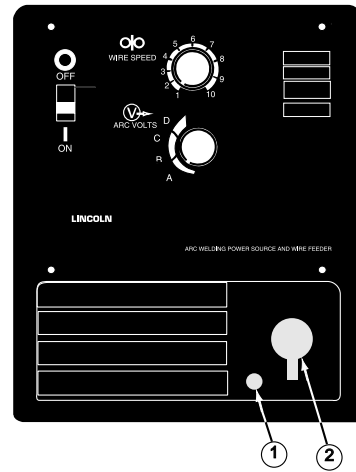

FIGURE 1
1. Open the wire feed section door on the right side of the Weld-Pak 100HD and refer to figure 1. On the next page.
2. Pass the end of the work cable that has the terminal lug with the smaller hole through the Work Cable Access Hole (1) in the case front.
3. Route the cable under and around the back of the Wire Feed Gearbox (6).
4. **For Innershield Only:** As delivered, the Weld-Pak 100HD is connected for negative electrode polarity. To complete installation, use the provided wing nut to connect the work cable's terminal lug to the positive (+) output terminal (5) located above the Wire Feed Gearbox (6). Make sure that both wing nuts are tight.
1. Ouvrir la porte du dévidoir sur le côté droit de la Weld-Pak 100HD et se reporter à la figure 1 à la page suivante.
2. Faire passer l'extrémité du câble de retour portant la cosse à oeillet le plus petit dans le trou d'accès du câble de retour (1) à l'avant du boîtier.
3. Faire passer le câble sous la boîte d'engrenages du dévidoir (6) et autour de celle-ci.
4. **Pour l'Innershield uniquement :** À sa sortie d'usine, la Weld-Pak 100HD est connectée sur la polarité électrode négative. Pour terminer l'installation, utiliser l'écrou à oreilles fourni pour connecter la cosse du câble de retour à la borne de sortie positive (+) (5) qui se trouve au-dessus de la boîte d'engrenages du dévidoir (6). S'assurer que les deux écrous à oreilles sont bien serrés.
1. Refer to Figure 1. Unplug the machine or turn power switch to the off "O" position.
2. Pass the insulated terminals of the gun trigger control leads, one at a time, through the Gun Cable and Control Lead Access Slot (2) in the case front. The leads are to be routed under the Wire Feed Gearbox (6) and through the Cable Hanger (7) on the inner panel.
3. Insert the connector on the gun conductor cable through the Gun Cable Access Hole (2) in the Weld-Pak 100HD case front. Make sure the connector is all the way in the brass connector block. Unscrew Thumbscrew (8) on the connector block a few turns if gun connector will not insert fully. Rotate the connector so control leads are on the underside and tighten the Thumbscrew (8) in the connector block.
4. Connect the gun trigger control lead terminals to the two insulated 1/4" (6,4 mm) tab terminal connector bushings located above the "Gun Trigger Connection" decal in the wire feed section (4). Either lead can go to either connector. Form the leads so that they are as close as possible to the inside panel.
1. Voir la figure 1. Débrancher l'appareil ou tourner l'interrupteur d'alimentation sur arrêt "O".
2. Faire passer les cosses isolées des fils de commande de la gâchette du pistolet, un par un, dans la fente d'accès des fils de commande et du câble du pistolet (2) à l'avant du boîtier. On doit faire passer les fils sous la boîte d'engrenages du dévidoir (6) et dans le support de câble (7) sur le panneau intérieur.
3. Faire passer le connecteur sur le câble conducteur du pistolet dans le trou d'accès du câble du pistolet (2) à l'avant du boîtier de la Weld-Pak 100HD. S'assurer que le connecteur est enfoncé à fond dans le bloc connecteur en laiton. Dévisser la vis à ailettes (8) sur le bloc connecteur de quelques tours si le connecteur du pistolet n'entre pas à fond. Faire tourner le connecteur de façon que les fils de commande se trouvent vers le bas et serrer la vis à ailettes (8) dans le bloc connecteur.
4. Connecter les cosses des fils de commande de la gâchette du pistolet aux deux connecteurs de cosses à languette isolés de – po (6,4 mm) qui se trouvent juste au-dessus de l'autocollant "Gun Trigger Connection" (connexion de la gâchette du pistolet) dans la section du dévidoir (4). Chaque fil peut entrer dans n'importe quel connecteur. Disposer les fils de sorte qu'ils soient le plus près possible du panneau intérieur.